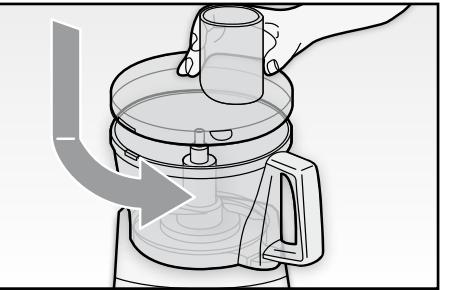

Fig. 6
**AVVERTENZA:** Prima della lavorazione, accertarsi che la ciotola (S) ed il disco (L) siano perfettamente puliti da qualsiasi traccia di burro o tuorlo.
- Tagliare gli alimenti a piccoli pezzi (1,5 x 1,5 cm) e inserirli nella ciotola (S) o nel caso si desideri impastare, inserire gli ingredienti.
**ATTENZIONE:** Non inserire alimenti oltre il livello massimo indicato sulla ciotola (S).
- Inserire il coperchio (R) sopra la ciotola (S) in modo che le tacche presenti all'interno della ciotola si innestino perfettamente nei relativi alloggiamenti sul coperchio e bloccarlo a scatto ruotandolo in senso antiorario (Fig. 6).
- Mettere in funzione l'apparecchio selezionando la velocità di rotazione della lama tramite la manopola di funzionamento (A).